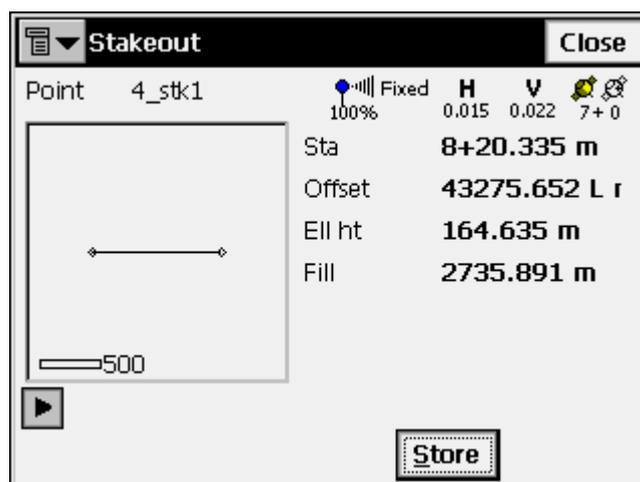

Рисунок 7-43. Вынос в натуру - рабочее окно при использовании GPS+ приемника
5. При работе с GPS+ приемником: при нахождении необходимой точки руководствуйтесь информацией, приводимой в окне **Stakeout (Разбивка)**. Когда Вы подойдете достаточно близко к необходимой точке, нажмите **Store (Сохранить)** (рис. 7-43 на стр. 7-28).
2. Чтобы использовать при разбивке цифровой модели рельефа информацию о станции и смещениях, в окне **DTM Stakeout (Вынос в натуру ЦМР)** выберите опцию **Use Alignment (Использовать Соединение)**. Чтобы создать новую модель TIN (TN3) параметров Выше/Ниже для выносимых точек, выберите **Create TIN (Создать TIN)** (рис. 7-43 на стр. 7-27). Нажмите **Stakeout (Разбивка)**.